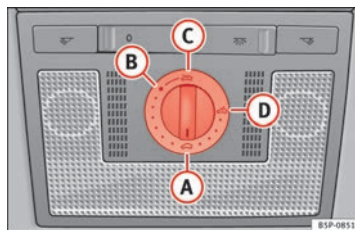

Abb. 66 Ausschnitt aus Dachhimmel: Drehschalter Schiebe-/Ausstelldach
- Drehen Sie den Drehschalter in Stellung **A** ⇒ Abb. 66 ⇒ ⚠.